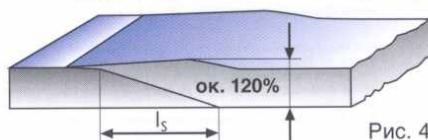

Рис. 4
2.5 Наложить свободный конец на обрезанный конец и отрезать излишек так, чтобы полная высота прокладки по месту соединения составила ок. 120% исходной высоты ленты (рис. 4).